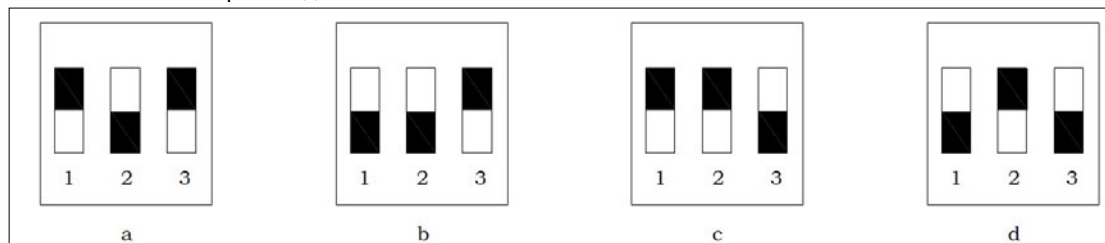

Рисунок 3.11.3А – «красные» настройки регулятора
- (1) Вращайте ручку **GAIN** (УСИЛЕНИЕ) по ч.с., до возникновения неустойчивости в работе двигателя, затем постепенно вращайте ручку в обратную сторону до возвращения к стабильному режиму работы. Для безопасности поверните ручку против часовой стрелки еще на одно деление
- (2) Вращайте ручку **STABILITY** (УСТОЙЧИВОСТЬ) по ч.с., до возникновения неустойчивости в работе двигателя, затем постепенно вращайте ручку в обратную сторону до возвращения к стабильному режиму работы. Для безопасности поверните ручку против часовой стрелки еще на одно деление.
- (3) Возможно, что потребуется дополнительная регулировка данных ручек после того, как двигатель начнет работать под нагрузкой. Обычно, настройки регулятора на холостом ходу позволяют добиться удовлетворительных результатов. Для настройки регулятора можно использовать самописец с диаграммной лентой.
- ◆ Если вышеописанными действиями выйти на стабильный режим работы двигателя не получилось, следует производить настройку при 4 различных настройках (см. рис. 3.11.3А): а: RSW-1, RSW-3 = ВКЛ; RSW-2 = ВЫКЛ;